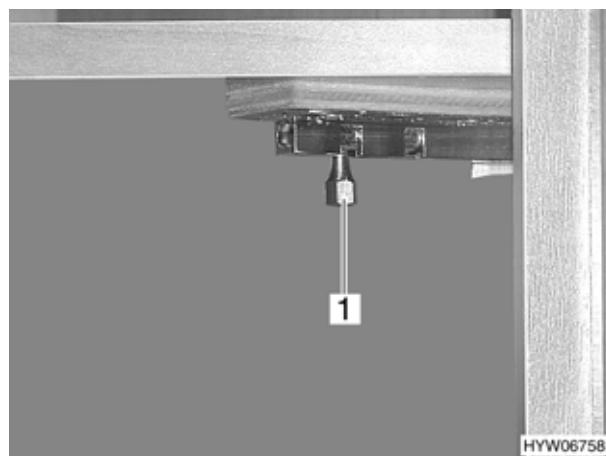

Fig. 5 Sedia da ufficio, bloccaggio
- Spingere la leva (Fig. 5,1) nel lato sinistro del sideboard e poi fissarla avvitandolo in senso orario di un quarto di giro.